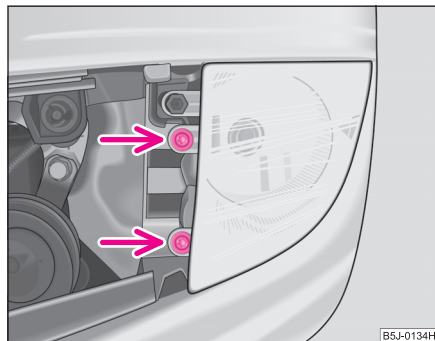

Fig. 186 Demontarea becului farului de ceață
- Desfaceți șuruburile ⇒ fig. 186 și scoateți farul de ceață.
- Înșurubați șuruburile ⇒ fig. 186 și montați grila ⇒ pagina 246.